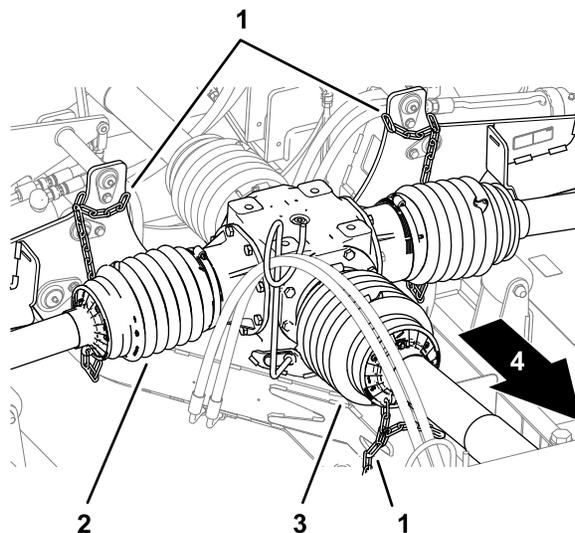
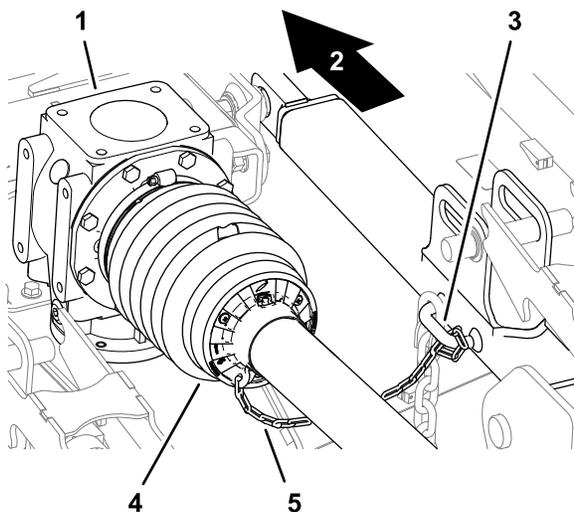

Рисунок 18
Рисунок 21
6. Убедитесь, что ограничительные цепи подсоединены к заднему кожуху вала механизма отбора мощности, кожухам приводных валов и раме газнокосилки (Рисунок 18 и Рисунок 21).